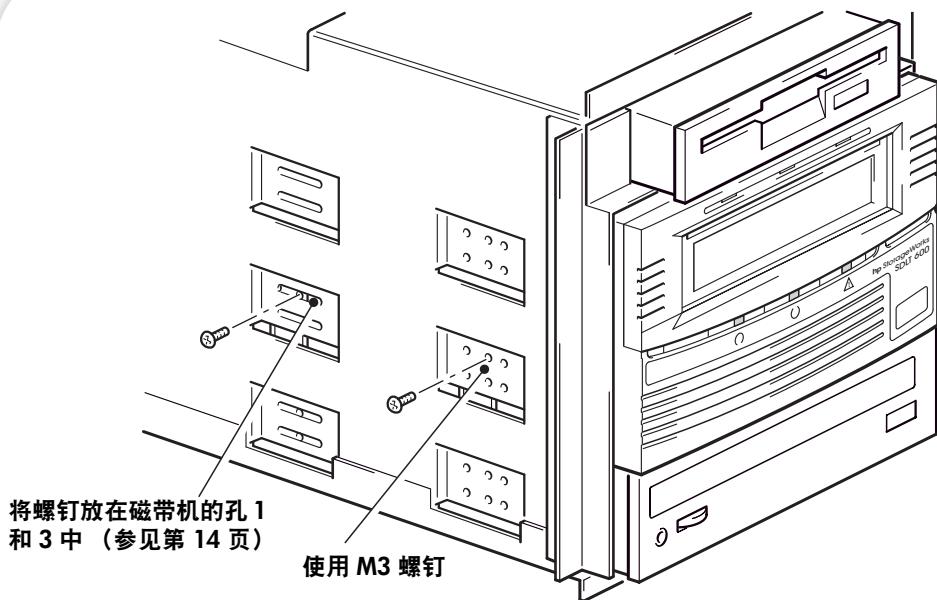

图 8b：固定磁带机，没有装配件
- 1 使用磁带机附带的 M3 螺钉以确保将其固定到位。请检查机架上的小孔与磁带机侧面的小孔是否对齐，并使用常用的 Phillips 螺丝刀固定 M3 螺钉，如图 8b 所示。放好螺钉，以确保将其拧入磁带机右侧的孔（孔 1 和 3）中。